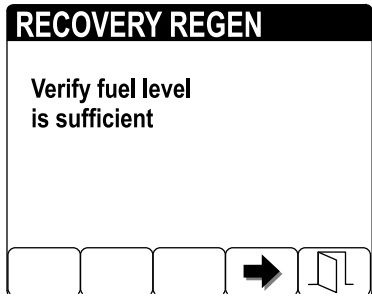

Figura 54
4. En la pantalla VERIFY FUEL LEVEL (Verificar nivel de combustible), verifique que dispone de un 1/4 de combustible en el depósito si va a realizar una regeneración con la máquina aparcada, o bien la mitad de combustible en el depósito si va a realizar la regeneración de recuperación y, a continuación, pulse el botón 4 para continuar (Figura 54).